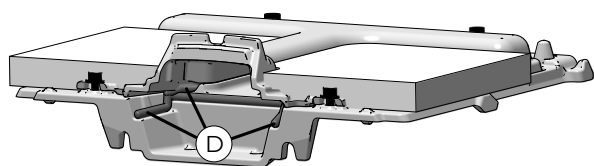

Fig. 7.12
7	Versare nuovo cemento (D) nella scanalatura (Fig. 7.12)